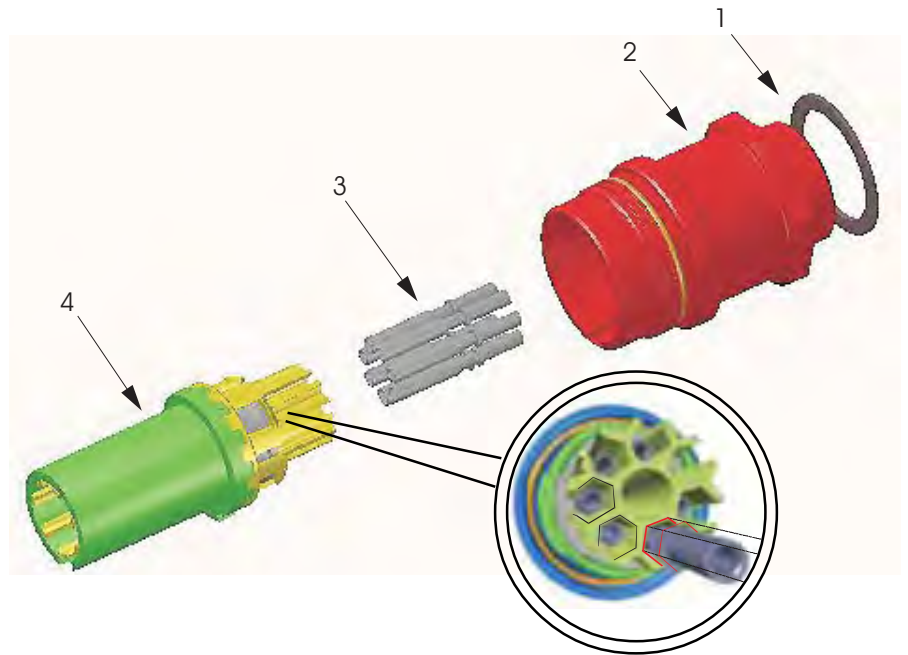

Fig. 10.2 Anschlussader ancrimpen
2. Leiter in die Anschlussöffnung der Steckbuchsen (3) stecken.
3. Alle Leiter mit der Crimpzange (-> Zubehör) ancrimpen (Fig. 10.2) oder Alle Leiter mit Steckbuchsen verlöten und Schrumpfschlauch über jede Lötstelle ziehen.